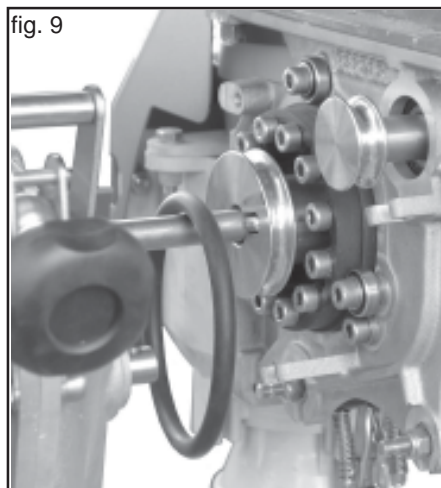

fig. 9
- Laisser simplement la courroie sur l'arbre de transmission (Fig. 9).